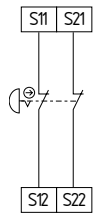

Fig. 5
**Circuito de Paro de Emergencia de dos canales con pulsadores según DIN EN ISO 13850 (EN 418) y EN 60947-5-5 (véase fig. 5)**